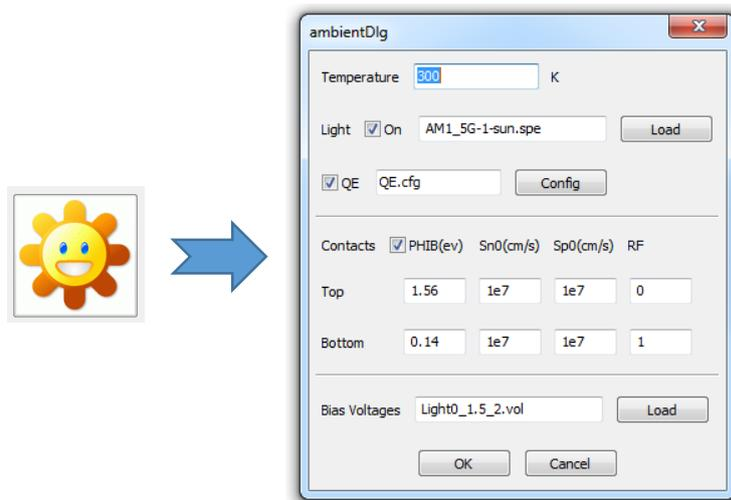

Figure 2 – Boîte de dialogue « Ambient » de l'interface de wxAMPS-1D
1. La boîte de dialogue intitulée « **Ambient** », présentée à la Figure 2, offre à l'utilisateur la possibilité :